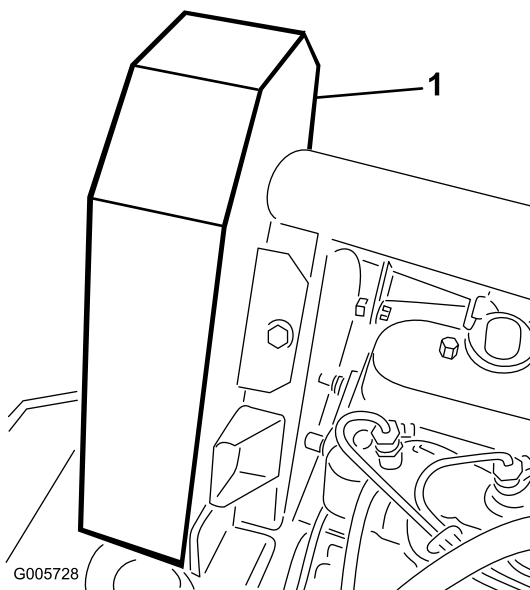

Figura 66
2. Retire los tornillos de caperuza (5) que fijan el protector de la correa del ventilador y retire el protector (Figura 66).
5. Instale el protector de la correa del ventilador y fíjelo con los tornillos de caperuza (Figura 66). Cierre y enganche el capó.
4. Instale el protector de la correa del ventilador y fíjelo con los tornillos de caperuza (Figura 66). Cierre y enganche el capó.